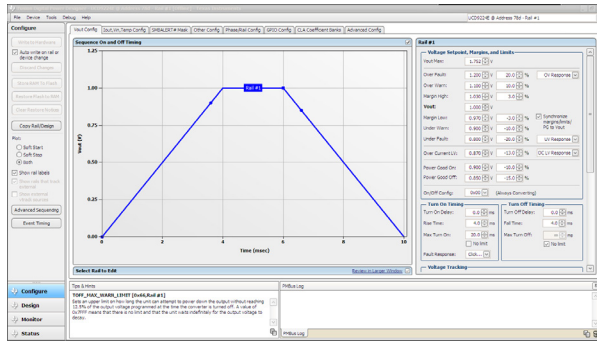

图 3：在线工具的配置界面
TI 提供与 UCD92xx 配套的在线工具集：Fusion Digital Power Designer，包括 offline 模式和 online 模式。Offline 模式用来离线配置，而 online 模式可以在线对 UCD92xx 配置和监控。本文涉及的在线环路调节是使用 online 模式软件。图 3，4，5，6 显示的即为该软件工具的四个主要功能模块。
- 配置：如图 3，实现对输出电压幅值及过压点/欠压点，上电/下电斜率，输出过流点等的配置；
在图 3 的设计界面中有“Edit Full Power Stage in Schematic”按钮，点击后弹出界面 8。在该窗口中，用户需要输入实际使用的硬件参数值，包括电感（及 DCR），电容，反馈电阻等。